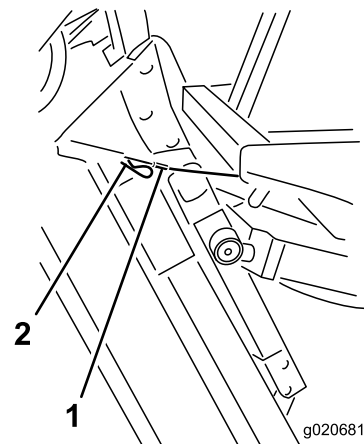

Figure 105
6. Tout en maintenant le plateau à la verticale, placez l'extrémité du câble sur l'axe du bras de levage et fixez-le en position à l'aide de la goupille fendue (Figure 105).